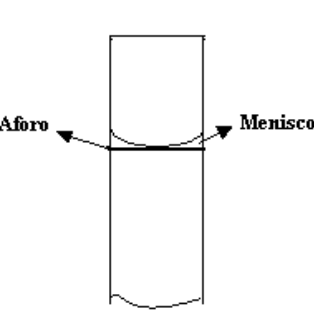
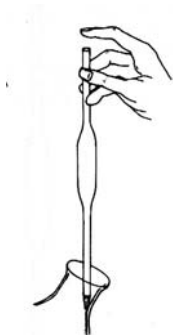

Figura 1: Menisco de un líquido como el agua.
Figura 2. Trasvasije de líquido de un material a otro.
Para medir con precisión un volumen de agua con una pipeta total, vierta en un vaso de precipitado limpio y seco (o enjuagado (cebado) con la solución acuosa a medir), un volumen ligeramente mayor al que se va a extraer. Llene la pipeta hasta el aforo, cuidando que el nivel inferior del menisco de agua formado, quede a nivel del aforo de la pipeta (Figura 1). Seque la pipeta por afuera con un pedazo de papel absorbente y vierta el contenido del líquido haciéndolo escurrir por la pared del recipiente donde va a depositarlo (Observe Figura 2). En la punta de la pipeta quedará algo de líquido, el cual no deberá ser vertido, por ejemplo, soplándolo, ya que éste se considera “parte de la pipeta”.
- 1.2. Mida con pipeta total de 10 mL, un volumen de agua destilada de acuerdo al enrase del instrumento (observe el nivel del líquido en el aforo tal como se indica en la figura 1). Para esto utilice agua destilada, mida la temperatura del agua; cebe previamente la pipeta unas 3 veces con el agua para dejarla a la temperatura de esta última y posteriormente proceda a medir el volumen.